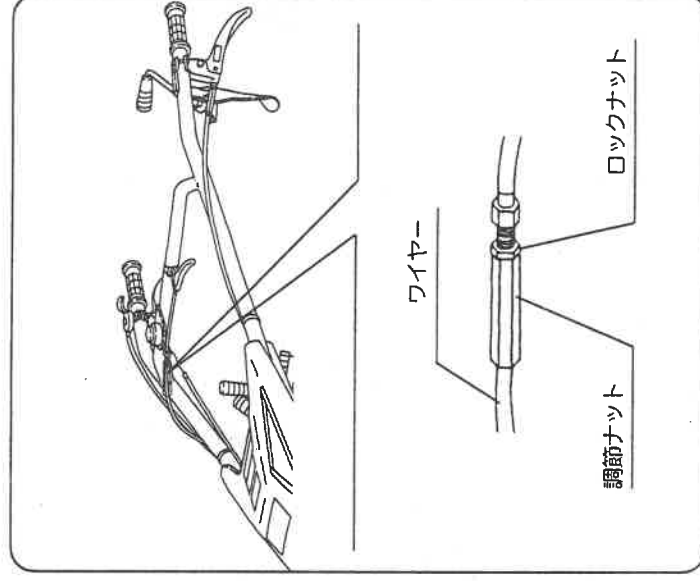

図28
- ① ロックナットをゆるめます。(図28)
- ② 調節ナットを回してハンドルの上下が移動出来るように調整して、ロックナットを締めつけます。(図28)